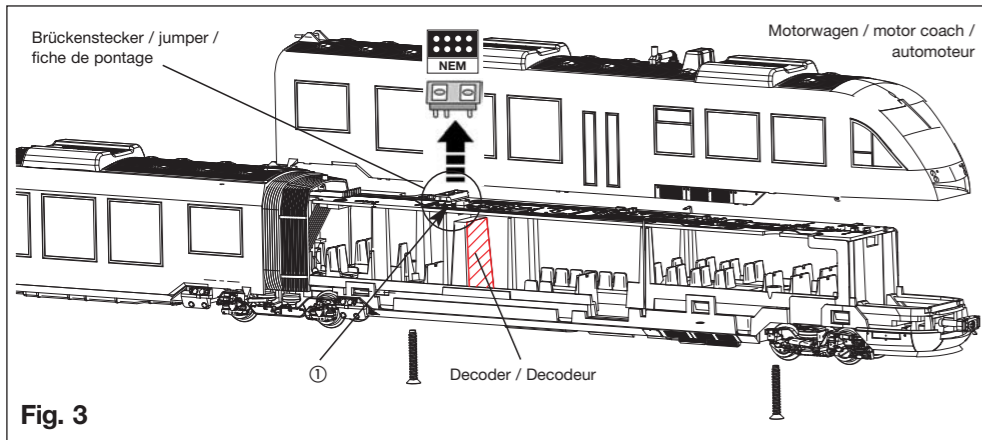

Fig. 3
**Gehäuse öffnen (Fig. 3, 4, 6):** Ein Öffnen der Gehäuse ist nur zum Einbau eines Decoders, Einbau eines TRAIN-NAVIGATION Senders und zum Kohlen-/Motorwechsel erforderlich. Gehäuse durch Lösen der 2 Schrauben im Wagenboden abnehmen.
**Decodereinbau (Fig. 3):**
Auf die schraffierte Fläche (Fig. 3) im Motorwagen kann ein Decoder (DCC: 6878, neu: 687501) mit 8-poliger Schnittstelle nach NEM 652 geklebt werden. Brückenstecker auf der Leiterplatte herausziehen und Stecker des Decoders dafür einstecken. Dabei auf die Gleichlage der mit ① gekennzeichneten Kontakte auf Platine und Stecker achten. Beim Einbau bitte die Betriebsanleitung des jeweiligen Decoders beachten!
**Opening (Fig. 3, 4, 6):** Opening of the railcar-unit is only necessary for installing a decoder, mounting of a TRAIN-NAVIGATION sender and to exchange carbon brushes or the whole motor. After you remove the 2 screws in the bottom of the respective coach, the housing can be lifted up.
**Installing a decoder (Fig. 3):**
On the cross-hatched surface, see Fig. 3, in the motor coach, a decoder (DCC: 6878, new: 687501) equipped with an 8-pole interface plug according to NEM 652 can be glued. Pull out the jumper plug out of the interface socket and connect the decoder's plug instead. Take care that the markings ① on the plug and the socket are positioned on the same edge. Please follow the instructions of the respective decoder for installation!
**Ouverture du boîtier (Fig. 3, 4, 6) :** l'ouverture du boîtier n'est requise que pour monter un décodeur, monter un émetteur TRAIN-NAVIGATION ou remplacer les charbons/le moteur. Pour retirer le boîtier, dévisser les 2 vis situées en dessous du véhicule.
**Montage du décodeur (Fig. 3) :**
La surface hachurée (fig. 3) de l'automoteur est prévue pour coller un décodeur (DCC: 6878, nouveau: 687501) équipé d'un connecteur à 8 pôles normalisé NEM 652. Retirer le pontage du circuit imprimé et brancher le connecteur du décodeur à sa place. Veiller pour cela à ce que les contacts "①" de la platine et du connecteur soient en regard. Pour le montage, se référer aux instructions de service du décodeur en question !
**Lubrification:** Le moteur, le train d'engrenages et les axes doivent être lubrifiés aux endroits marqués de flèches (Fig. 3, 6). N'utiliser que l'huile **FLEISCHMANN 6599**. Une seule petite goutte par point (→) suffit. Éviter tout excédent d'huile. L'aiguille logée dans le bouchon du flacon dosera parfaitement le lubrifiant.
**Behuizing verwijderen ( Fig. 3, 4, 6):**
**Het inbouwen van een decoder (Fig. 3):**
Op de gekenmerkte plaats (Fig. 3) in de motorwagen kan een decoder (DCC: 6878, nieuw: 687501) met 8-polige stekker volgens NEM 652 norm, geplaatst worden.
**Oliën:** Uitsluitend **FLEISCHMANN-olie 6599** gebruiken op de gekenmerkte plaatsen (Fig. 3, 6) van de motor, de aandrijving en de assen. Slechts een druppeltje olie peer smeerplaats (➡) is voldoende.
**Montaggio del decoder (Fig. 3):**
Sulla superficie tratteggiata (fig. 3) nella motrice è possibile incollare un decoder (DCC: 6878, nuovo: 687501) con interfaccia a 8 poli conformemente alla norma NEM 652.
**Apertura del corpo (Fig. 3, 4, 6):**